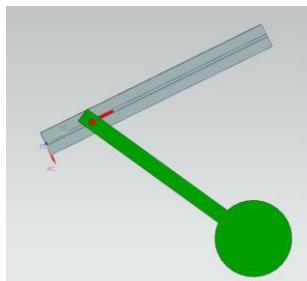

Рис.51
- Представьте, что в известном примере *Prim_Kulisa* (рис.51) вам захотелось определить занимаемый объем движущегося зеленого маятника.